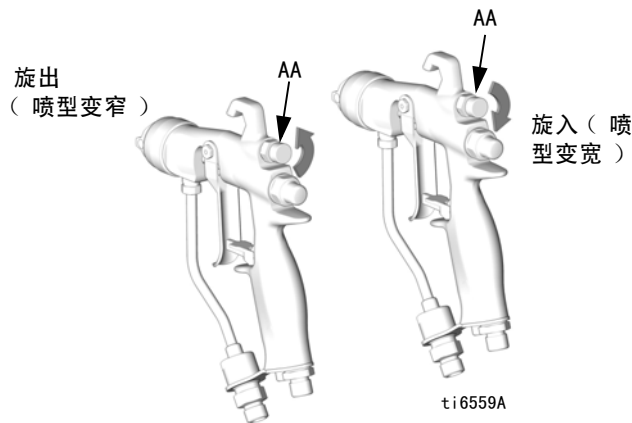

图 4. 喷型空气旋钮
1. 参见图 4。将旋钮 (AA) 顺时针转到头 (旋入)，关闭喷型调节空气。如此可将喷枪调到最宽。
3. 参见图 4。如要调窄，则逆时针旋转模式调节阀旋钮 (AA)。如果仍不够窄，略微增加喷枪空气压力或使用尺寸不同的喷嘴。